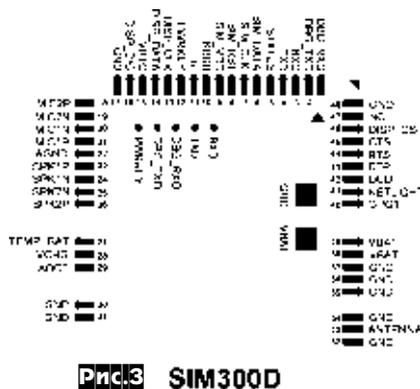

Рис.3 SIM300D
Схема размещения выводов GSM-модуля SIM300D показаны на рис.3. С верхней стороны модуля размещены выходы последовательного интерфейса для обновления программного обеспечения модуля (DBG\_TXD, DBG\_RXD), основная часть последовательного интерфейса связи (TXD, RXD), вывод статуса модуля (STATUS), выводов интерфейса SIM-карты (SIM\_DATA, SIM\_CLK, SIM\_RST, SIM\_VDD), вывод сигнализации о входном звонке (RI), вывод включения/выключения прибора (PWRKEY), выходы интерфейса внешнего дисплея (DISP\_CLK, DISP\_DATA, DISP\_D/C), вывод для подключения внешней батареи питания встроенных часов реального времени (VRTC), вывод сигнальной «земли» (GND). С правой стороны модуля размещены выходы для подключения микрофонов (MIC2P, MIC2N, MIC1N, MIC1P), динамиков (SPK1P, SPK2P, SPK2N), «земля» для аудио-сигналов (AGND), вывод для напряжения зарядки аккумулятора (VCHG) и контроля его температуры (TEMP\_BAT), вход внутреннего АЦП (ADC0), выходы цифровой «земли» (GND). С левой стороны размещены выходы для подключения антенны (ANTENNA) и «земли» антенны (GND), выходы для подключения аккумуляторной батареи (VBAT, GND), управляемый цифровой вывод (GPIO1), вывод сигнального светодиода (NETLIGHT), часть дополнительных выводов последовательного интерфейса связи (DCD, DTR, RTS, CTS), вывод управления внешним дисплеем (DISP\_CS) и вывод цифровой «земли» (GND). Кроме того, выходы питания и основные выходы последовательного интерфейса выведены на подложку модуля и могут использоваться для тестирования модуля.